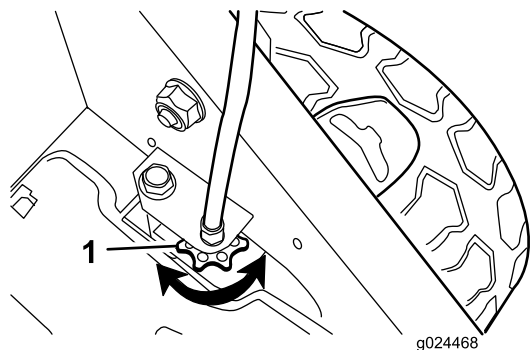

Figure 27
- Si les roues ne tournent pas quand vous engagez la barre de commande d'autopropulsion, la courroie de déplacement n'est pas assez tendue. Tournez une fois la molette de commande des roues (Figure 27) dans le sens horaire et répétez les opérations 4 à 6.
- Si les roues tournent quand vous engagez la barre de commande d'autopropulsion, la courroie de déplacement est trop tendue. Tournez une fois la molette de commande des roues (Figure 27) dans le sens antihoraire et répétez les opérations 4 à 6.